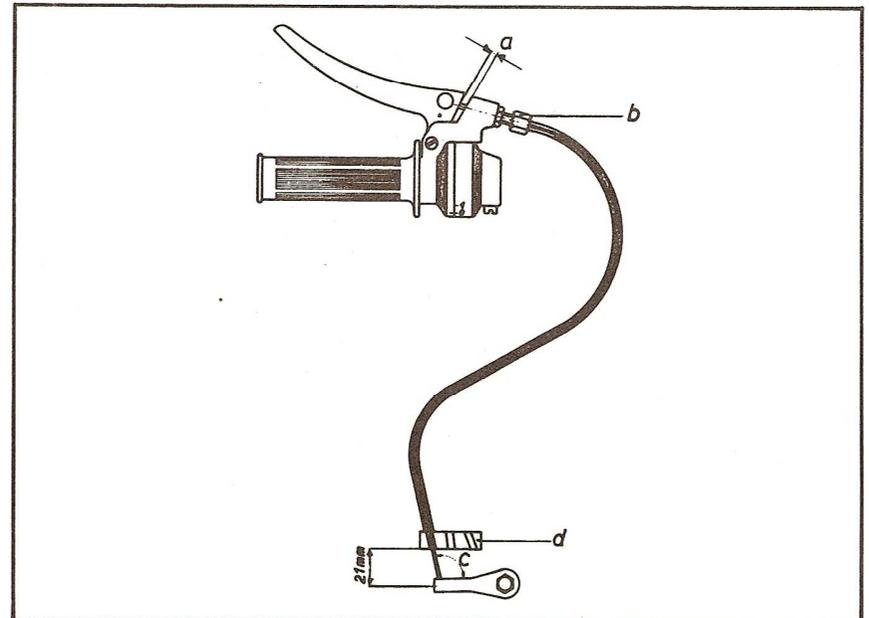

Fig. 8
- cette résistance doit durer environ 2 mm (voir Fig.8 , a)
: Au moment de surmonter la résistance, le levier sur le bloc-moteur doit être d'équerre avec la câble (voir l'angle 'c' sur la figure 8)